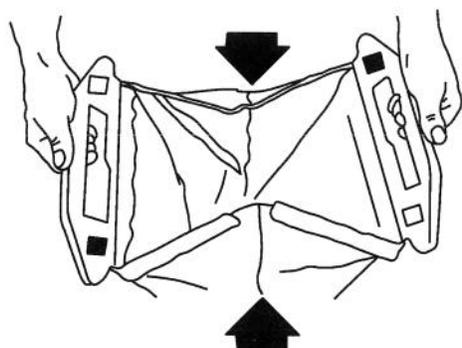

Figure 45
9. Fermer l'arrière du sac en repliant les côtés vers l'intérieur et enclipser les deux moitiés de poignées de sac arrière l'une dans l'autre (Fig. 45).